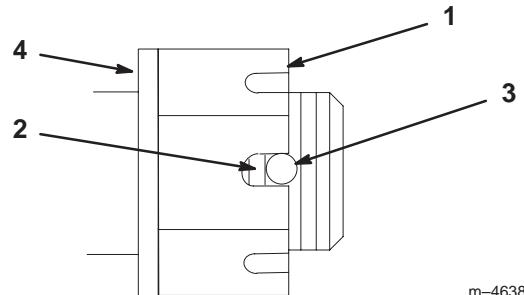

Bild 51
4. Ziehen Sie die Schlitzmutter mit 170 Nm an (Bild 51).
5. Überprüfen Sie den Abstand vom unteren Schlitzende in der Mutter zur Innenkante der Öffnung. Es sollten maximal zwei Gewinde sichtbar sein (Bild 51).
6. Wenn mehr als zwei Gewinde zu sehen sind, entfernen Sie die Mutter und fügen Sie eine Scheibe zwischen Nabe und Mutter ein (Bild 51).
7. Ziehen Sie die Schlitzmutter mit 170 Nm an (Bild 51).
8. Ziehen Sie die Mutter an, bis die nächste Schlitzreihe auf einer Linie mit der Öffnung im Schaft liegt (Bild 51).